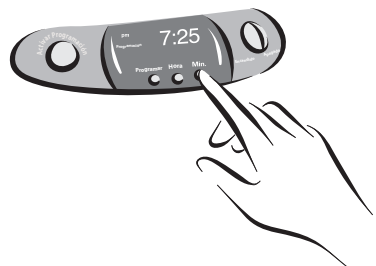

Figura B-1
- 2) Presione y detenga el botón de minutos MIN. Hasta que en la pantalla del reloj aparezcan los minutos correctos. Consulte la figura B-1.